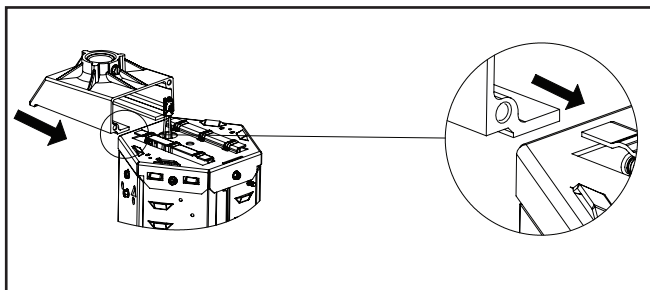

Figure 5.
5. Glissez le TCB comme le montre l'illustration. (Figure 5.)